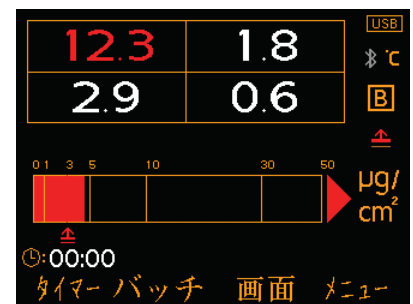

図5: 読み取り値 x4と棒グラフ
- 棒グラフ（図5）：現在の読み取り値と最大値（Hi）、最小値（Lo）、平均値（ \bar{x} ）を刻んだ横棒を表示します。1回読み取るたびに更新されます。